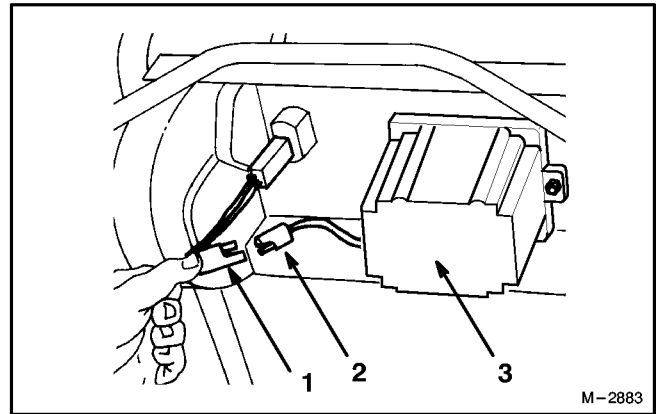

Abbildung 8
2. Den Kabelbaum mit dem Stecker am Batterieanslußkabel verbinden (Abb. 8).